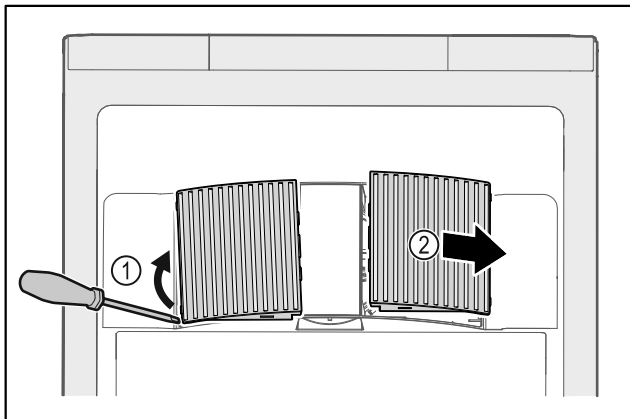

Fig. 58
- ▶ Nxirri jashtë duke i ngritur lart me kujdes kapakët mbulues të ventilatorit nga anash Fig. 58 (1) dhe hiqini nga përpara Fig. 58 (2).